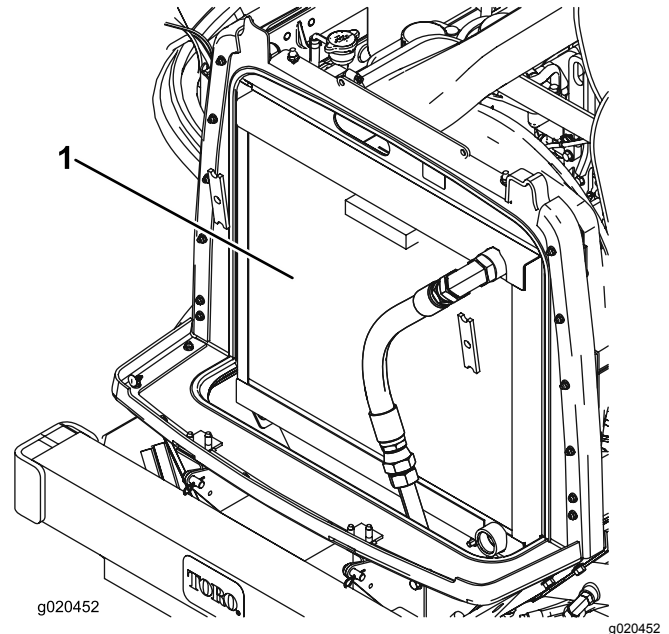

Bild 111
3. Reinigen Sie beide Seiten des Kühlers bzw. Ölkühlers gründlich mit Druckluft (Bild 111).